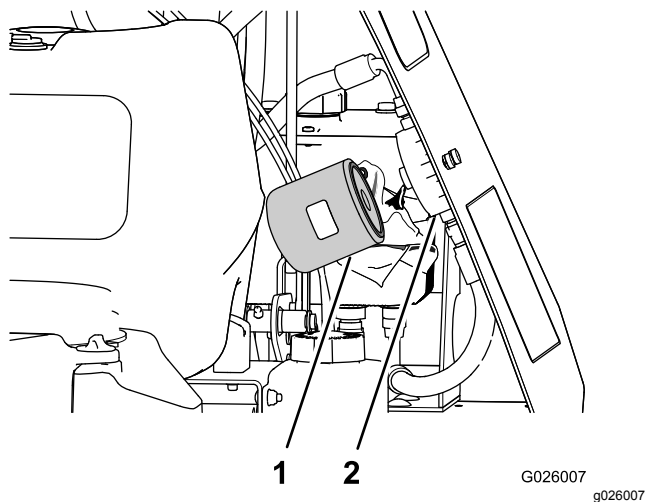

Figure 57
- Tournez le filtre hydraulique auxiliaire dans le sens antihoraire et déposez-le de la base de l'adaptateur (Figure 57). Laissez le liquide s'écouler.
- Posez le filtre en le tournant dans le sens horaire sur l'adaptateur jusqu'à ce que le joint rejoigne l'adaptateur, puis serrez encore le filtre de 2/3 à 3/4 de tour (Figure 57).